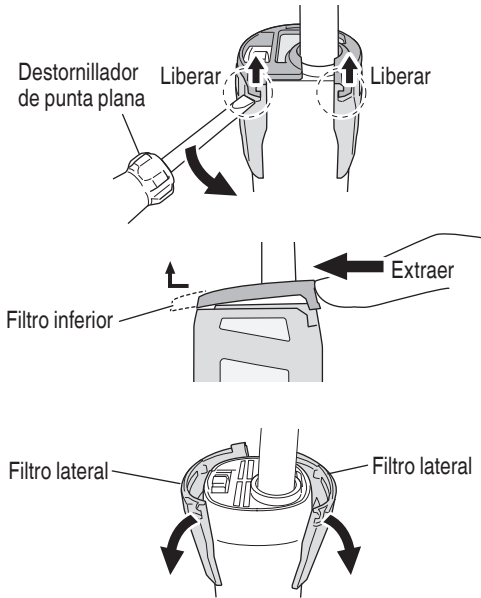

Fig. 8
Si la malla está obstruida y no se pueden eliminar los residuos o el polvo, desmonte el filtro y límpielo con una pistola de aire, etc. (véase "Reemplazo del juego de filtros (Fig. 8)").
**Procedimiento de extracción (Fig. 8)**
- (1) Use un destornillador de punta plana para liberar los dos clips que unen los filtros inferior y laterales.
- (2) Extraiga el filtro inferior en la dirección indicada por la flecha.
- (3) La extracción del filtro inferior también permite extraer los dos filtros laterales.